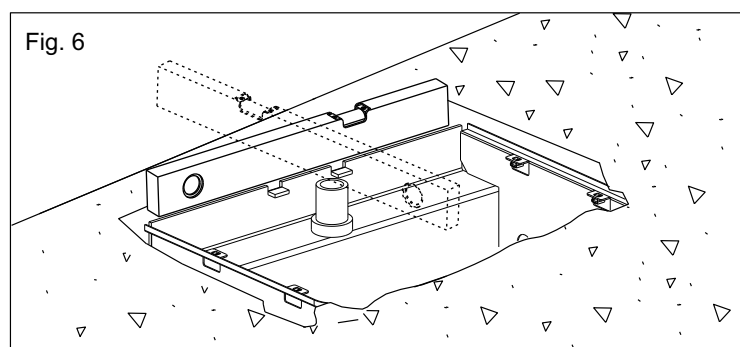
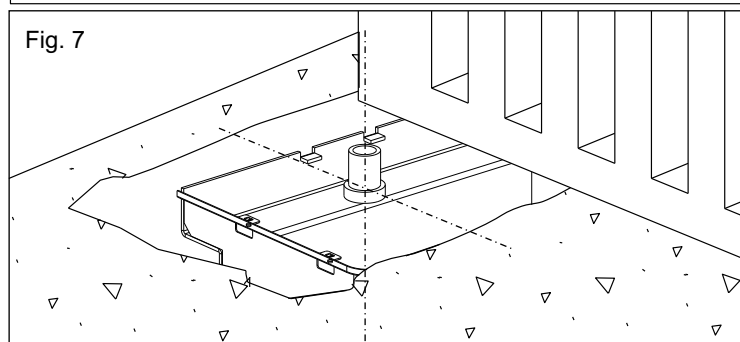

Fig. 6
Fig. 7
2.3. Prima di cementare la cassa portante, utilizzare una livella per renderla perfettamente orizzontale al terreno (Fig. 6), e perpendicolare all'asse del cancello (Fig. 7).